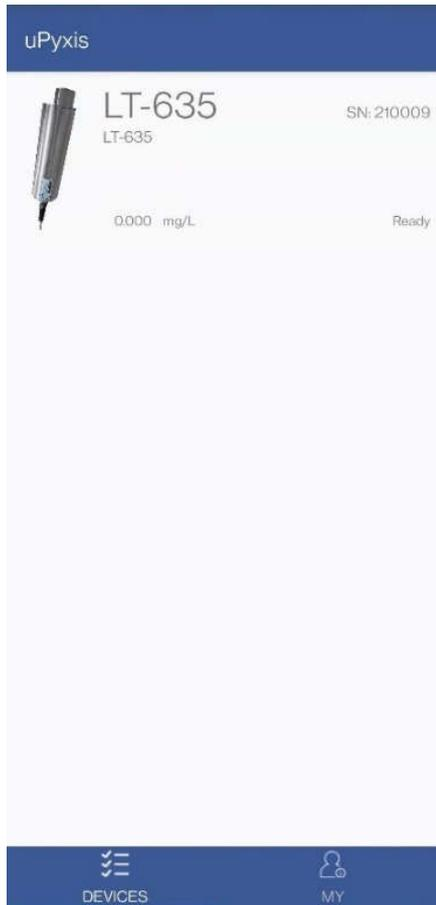

图7. uPyxis主界面
- 如果连接成功，将显示LT-635及其序列号（SN）（图7）。